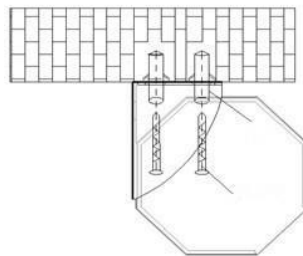

Fig.5
2. Inserte los anclajes de pared en los cuatro orificios perforados en el techo y luego insertar los tornillos a través de los orificios del casquillo de extremo en los anclajes y asegurarse de que aprieta los tornillos sin quitar los anclajes (Ver Fig. 5).